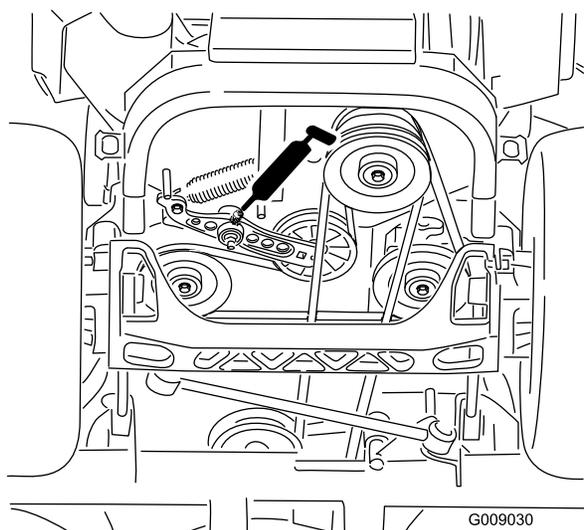

Figura 44
- Ingrassate il braccio di rinvio della cinghia di trasmissione (Figura 44).